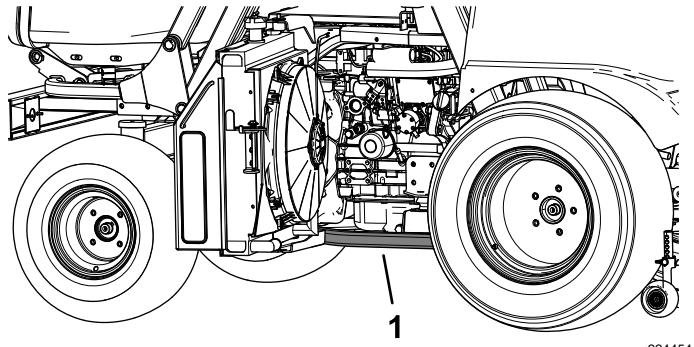
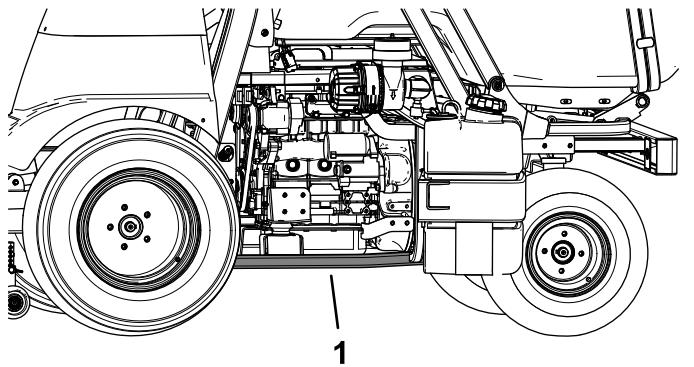

図 38
図 39
- フレームチューブの下図 38と図 39のROPSの真下位置またはできるだけ近い位置にジャッキをセットする。